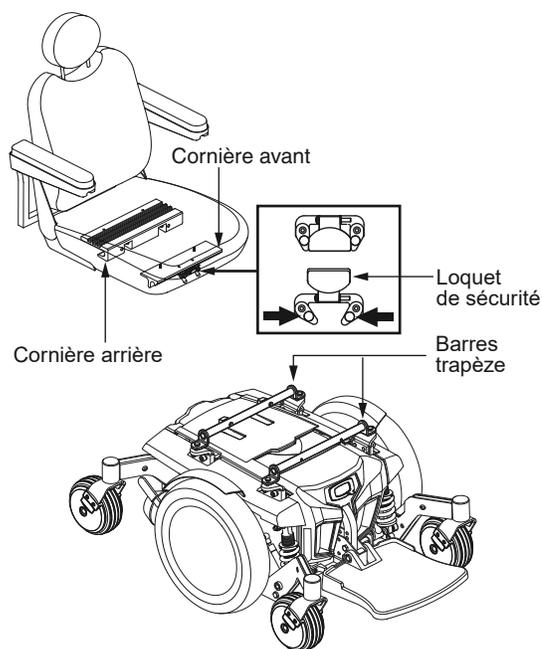

Figure 6. Système de montage universel et siège Contour
Il se peut que vous ayez à installer le siège avant la première utilisation ou après avoir transporté votre fauteuil motorisé. La plupart des sièges sont fixés à la base à l'aide du « Système de Montage Universel » (SMU). Le système de montage universel (SMU) est composé de pièces compatibles au siège sans égard à la largeur ou à la profondeur du siège. Les deux pièces principales sont des cornières d'aluminium montées sur la base du siège. Celles-ci se fixent sur la paire de barres trapèze fixées sur la base motorisée. Voir la figure 6.
1. Inclinez le siège vers l'arrière et glissez la cornière arrière sur la barre trapèze arrière. Voir la figure 6.
4. Bascule le loquet du siège vers le haut. Voir la figure 6.